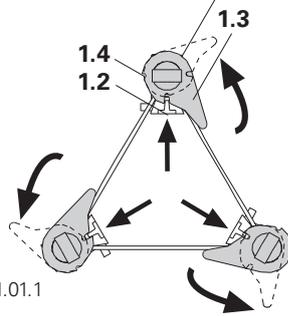

Fig. A1.01.1
- Desserrer le crochet de sécurité et enclencher le loquet dans l'encoche (1.4). (Fig. A1.01.1)